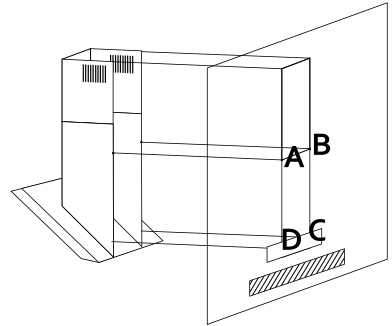

Рис. 11
2. Приложите монтажный шаблон (если он есть в комплекте) к стене на нужной высоте с учетом минимального расстояния от варочной поверхности и выровняйте его по уровню. Наметьте точки (A, B, C, D) на стене и просверлите в них отверстия диаметром 8 мм. Наметьте и просверлите отверстия диаметром 6 мм для монтажа планки крепления декоративного короба (F, E) (рис. 11). При этом необходимо учитывать, что планка относительно потолка должна быть установлена таким образом, чтобы верхний край крепящегося к ней внутреннего декоративного короба вплотную подходил к потолку.
тяжку при помощи шурупов через отверстия (**C, D**) изнутри вытяжки (рис. 11).